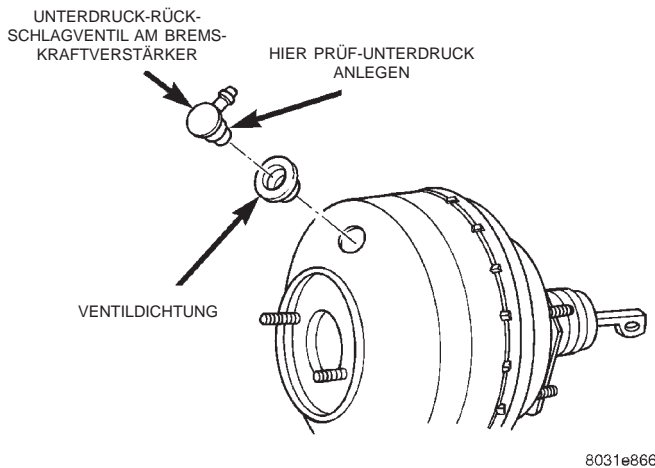

Abb. 8 Unterdruck-Rückschlagventil und Dichtung KOMBIVENTIL
(1) Den Unterdruckschlauch vom Rückschlagventil abziehen.
(2) Das Rückschlagventil und die Ventildichtung aus dem Bremskraftverstärker ausbauen.
(3) Für den Test eine Hand-Unterdruckpumpe verwenden.
(4) Am größeren Ende des Rückschlagventils 500-600 mbar (15-20 in. Hg.) Unterdruck anlegen (Abb. 8).